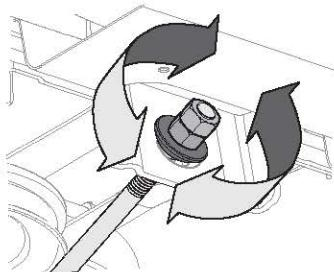

Figura 37
4. Para elevar el frente de la plataforma, afloje la tuerca exterior y luego apriete (rosca hacia adentro) la tuerca contra el soporte de suspensión delantera (Figura 37). Cuando se logre el torque correcto, vuelva a apretar la tuerca exterior hasta 25-30 pies-libras (34-41 N·m).
5. Para bajar el frente de la plataforma, afloje la tuerca exterior y luego afloje (rosca hacia afuera) la tuerca interior, alejándola del soporte de suspensión delantera (Figura 37). Cuando se logre el ajuste correcto, vuelva a apretar la tuerca exterior.